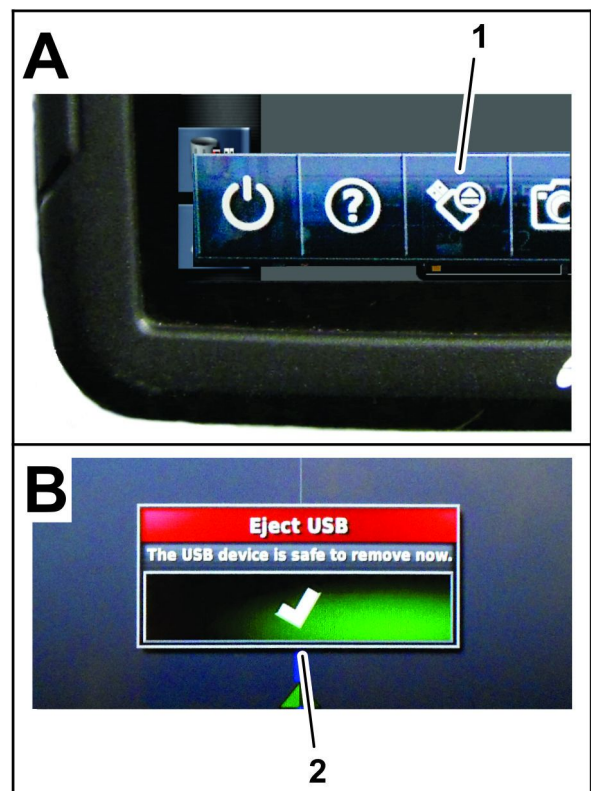

図 33
8. 画面をスワイプしてフローティングメニューバーを出す 図 33。
9. USB 取り出しアイコンを押す 図 33。
10. USB ダイアログボックスで承認アイコンを押し、制御コンソールから USB 記憶装置を取り外す 図 33。